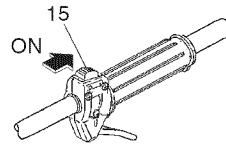

Fig. 11
1. Lleve la llave de ignición (15) a la posición ON (encendido). (Fig. 11)